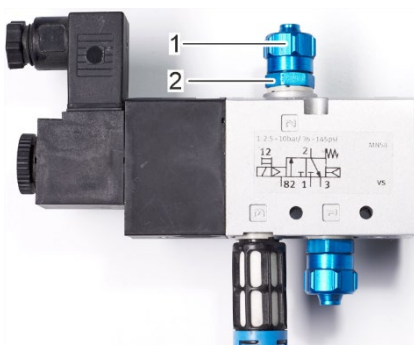

Figura 63: Aflojar la tuerca de unión en la conexión 2
6. Desenrosque la tuerca de unión (Figura 63/1) del perno roscado (Figura 63/2) de la conexión 2 de la electroválvula de 3/2 vías.